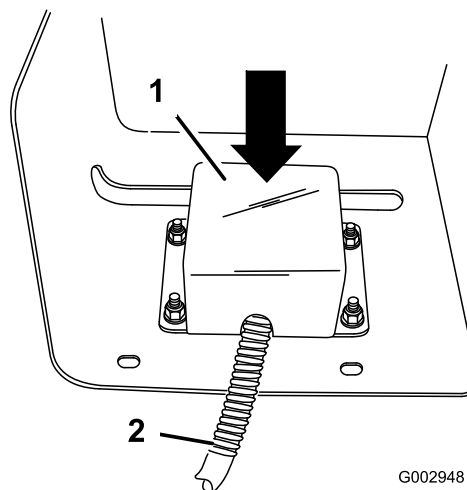

Figure 30
16. Placez le couvercle sur les interrupteurs et les fils (Figure 30) et fixez-le en position avec 4 boulons à embase (1/4 x 3/4 pouce) et 4 écrous à embase (1/4 pouce).